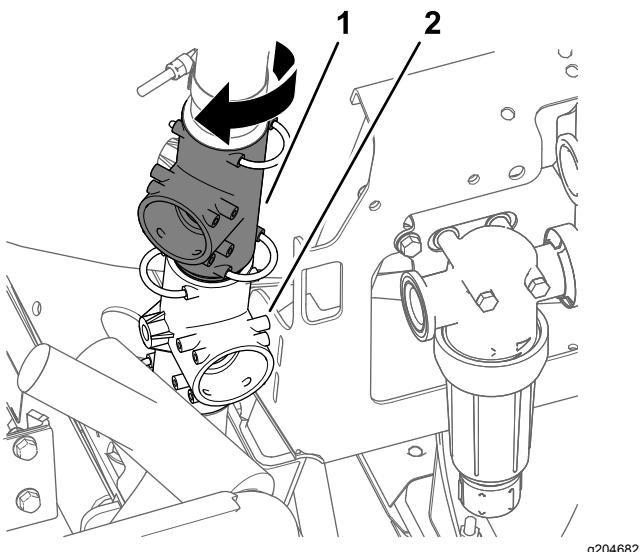

Bild 5
5. Drehen Sie das obere T-Anschlussstück um ca. 45° nach rechts (Bild 5).